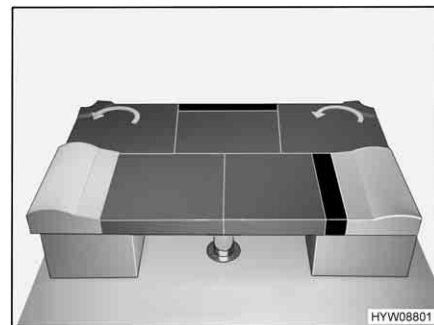

Fig. 75 Dopo la trasformazione
- Sistemare i cuscini del divano e dello schienale come illustrato nella Fig. 75.